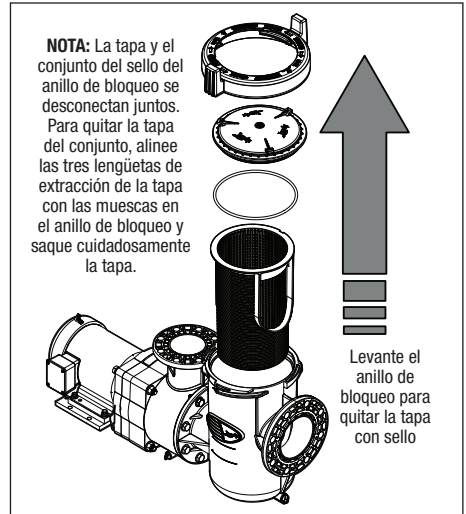

Figura 10. Vista ampliada de la bomba
8. La canasta del tamiz se puede retirar y limpiar. Verifique que la canasta esté alineada adecuadamente con el puerto de entrada del tamiz cuando vuelva a colocar la canasta en el receptáculo del tamiz. Consulte la *Figura 10*.